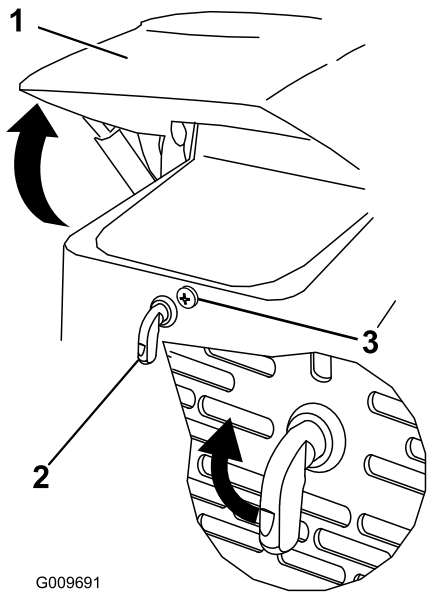

Figure 27
1. Desserrez la vis de verrouillage du capot (Figure 27).
2. Tournez le verrou du capot dans le sens horaire (Figure 27).
3. Soulevez le capot (Figure 27).
3. Serrez la vis de verrouillage du capot pour bloquer le verrou (Figure 27).